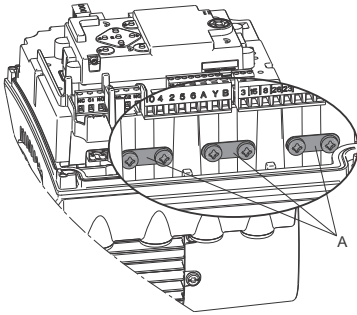

Abb. 77 Anschließen der Kabelschirme an Masse
7. Schließen Sie die Kabelschirme der Buskabel an Masse an. Verwenden Sie dazu eine der Erdungsklemmen (Abb. 77, A).